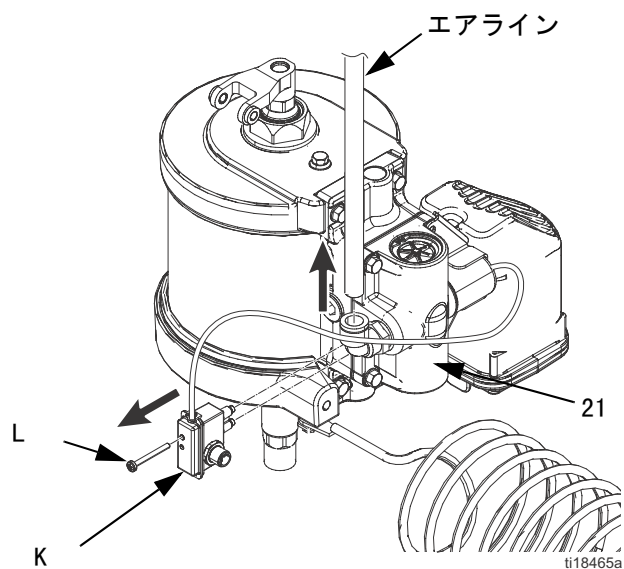

図 3: リードスイッチアセンブリとエアラインの取り外し
- a. **DataTrak 付きモーターの場合** : T25 Torx を使用してネジ (L) を取り外して、エアバルブ (21) からリードスイッチ (K) の接続を外します。図 3、10 ページを参照してください。